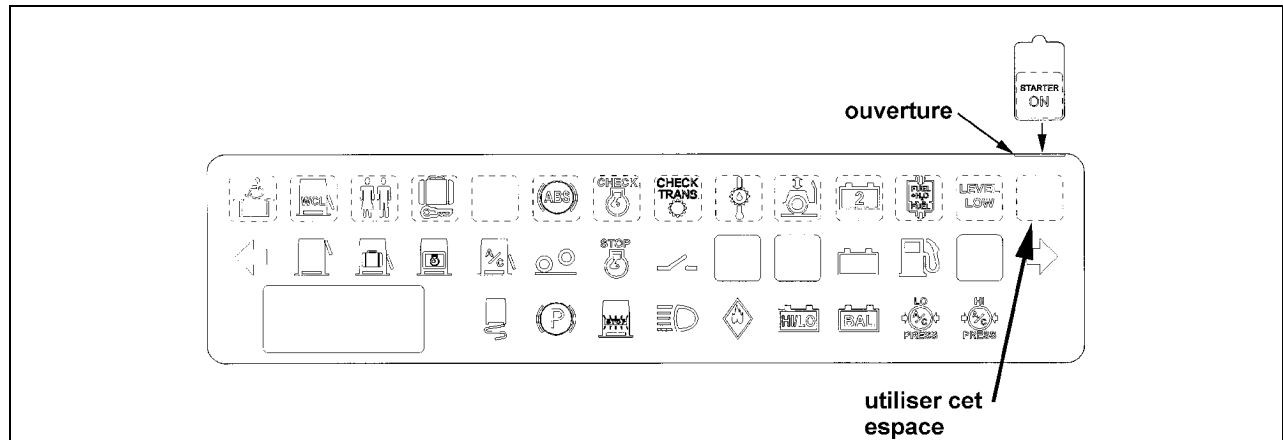

FIGURE 7 : TABLEAU DES TÉMOINS LUMINEUX
13. Insérer la vignette "STARTER ON" (pièce Prévost 563016) dans le tableau des témoins lumineux par l'ouverture pratiquée au haut. Placer la vignette à l'endroit spécifié sur la figure 7.